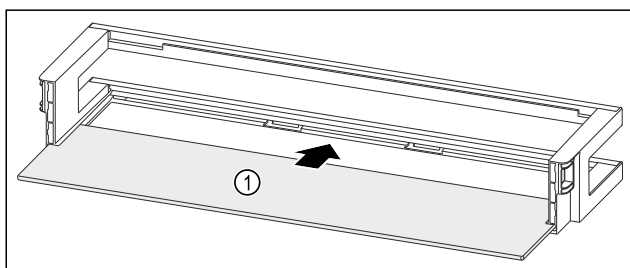

Fig. 66 Türabsteller mit Abstellfläche
- Abstellfläche Fig. 66 (1) in die seitlichen Aussparungen einschieben.